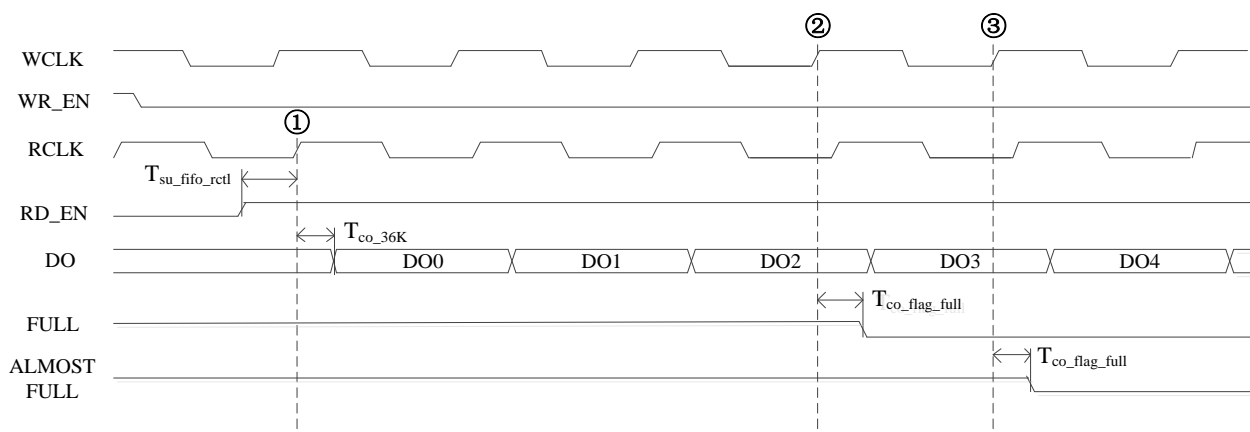

图 7-6 满异步 FIFO 读出时序图
FULL 信号指示 FIFO 为满，当 RCE 有效读出数据后，同步 FIFO 时，FULL 信号在 1 个 CLK 时钟周期后置“0”；异步 FIFO 时，有效数据读出（图 7-6 中上升沿①）后 FULL 信号在第 3 个 WCLK 时钟上升沿置零（图 7-6 中上升沿②）。当 RCE 继续有效，ALMOST\_FULL
信号根据 `ALMOST_FULL_OFFSET` 参数的配置延迟置零（图 7-6 中上升沿③）。若 `WCLK` 上升沿与 `RCLK` 上升沿接近，则 `FULL`、`ALMOST_FULL` 信号可能会延迟一个 `WCLK` 时钟周期置零。
满异步 FIFO 读出时序图如图 7-6 所示：